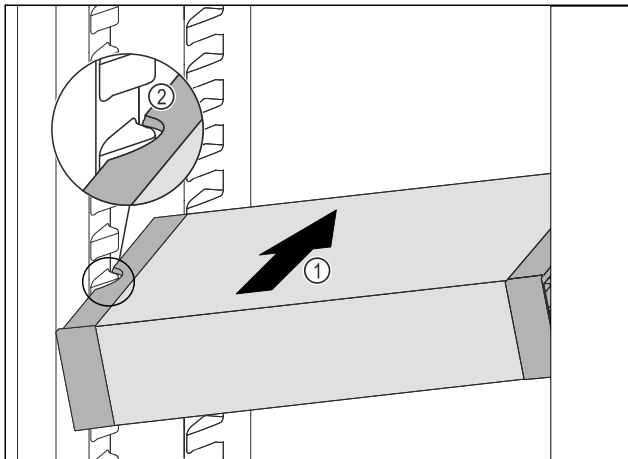

Fig. 87
- Insérer le VarioSafe en biais dans la partie réfrigérateur Fig. 87 (1) jusqu'à ce que les encoches latérales Fig. 87 (2) du VarioSafe se trouvent à la hauteur de la nervure du bac dans la partie réfrigérateur.